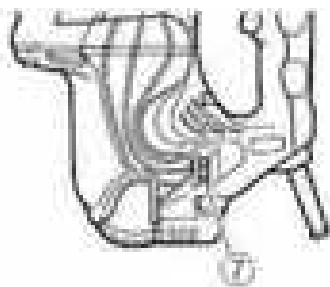

Рис. 4
5. Регулировка скорости вращения и частоты ударов (рис. 4).